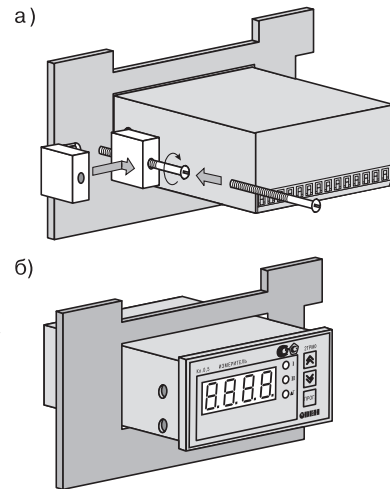

Рис. 11
1. Вставить прибор в специально подготовленное отверстие на лицевой панели щита (см. *прил. 1* и рис. 11, а).
2. Вставить фиксаторы из комплекта поставки в отверстия на боковых стенках прибора (рис. 11, б).